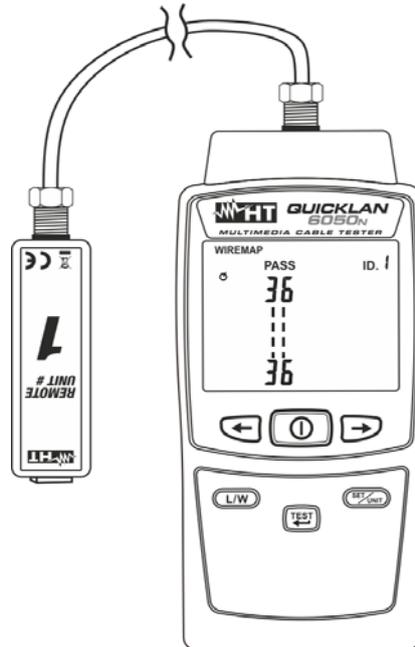

Fig. 12: Conexión del instrumento al cable COAX con conector F
3. Conecte los extremos del cable en prueba al conector COAX de entrada del instrumento (ver la Fig. 1 – parte 9) y a la unidad remota #1 (ver la Fig. 12)